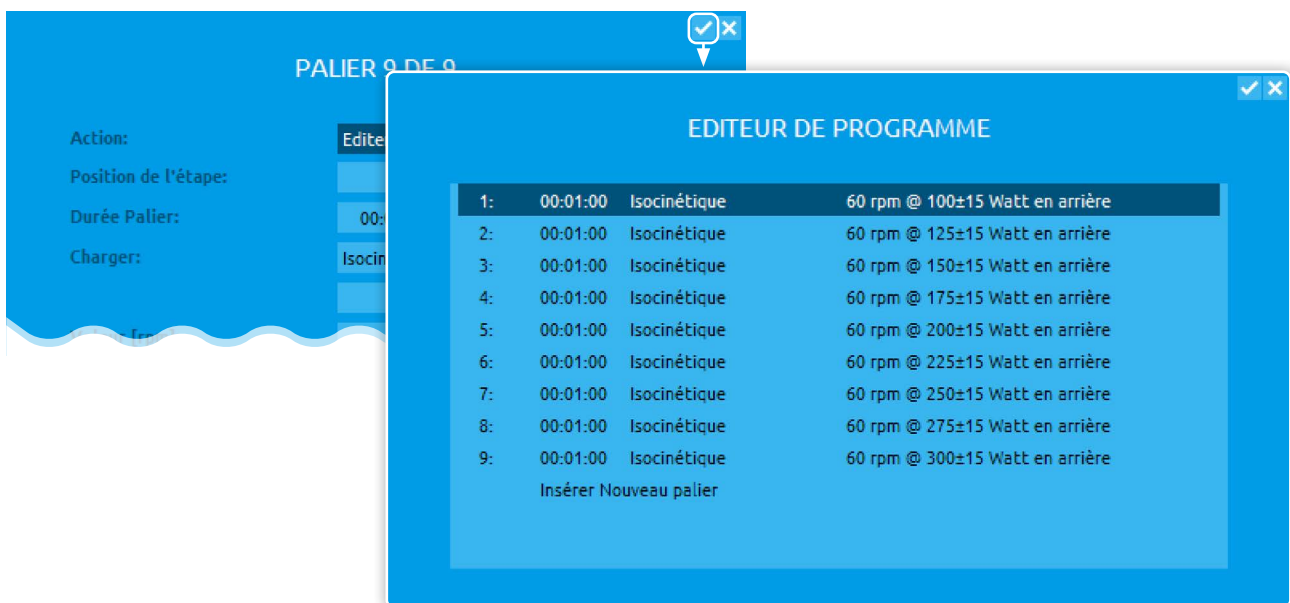

Figure 65 : Liste des 9 étapes du profil d'effort complet
- 5** La fenêtre du profil d'effort s'ouvre avec la liste de toutes les étapes (voir figure 65).